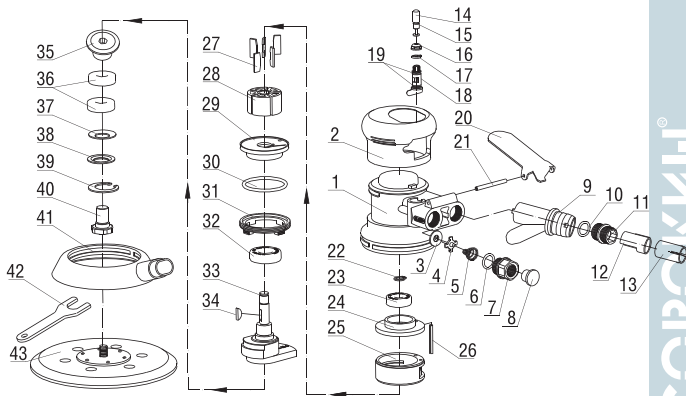
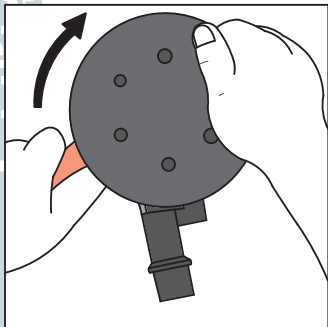
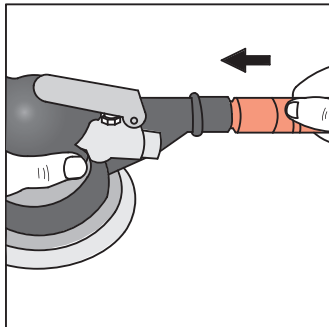

Рисунок 1 - Детализовка
Рисунок 3 – Затяжка шлифовального диска
Рисунок 4 – Подключение вытяжки
2. Затяните держатель подшипника вручную в направлении по часовой стрелке, если смотреть на шлифовальный диск (поз. 43 рис. 1) сверху, удерживая диск и поворачивая ключ в его плоскости, как показано на рис. 3.
4. Подключите патрубок выходной (поз. 12 рис. 1) к системе вытяжки. Проверьте герметичность соединения (рис. 4).